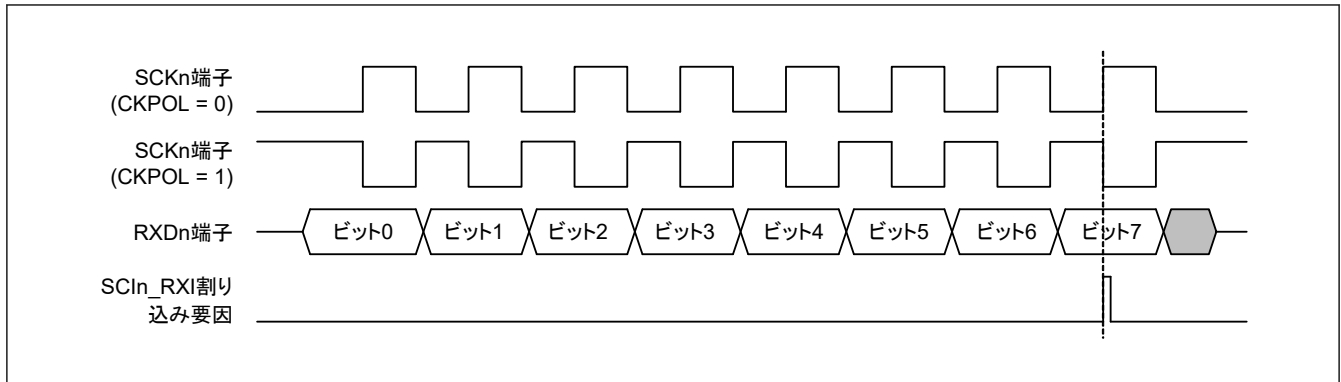

図 26.105 簡易 SPI モードにおける SCI_n_RXI 割り込みの発生タイミング (クロック遅れあり)
- クロック遅れあり (SPMR.CKPH ビット = 1) では、図 26.105 に示すように、SCKn 端子の最終クロックエッジ手前のクロックエッジで受信データフル割り込み (SCIn_RXI) が発生します。SCR レジスタの TE ビットと RE ビットを SCKn 端子の最終クロックエッジより前に 0 にすると、SCKn 端子出力がハイインピーダンスとなり、送受信クロックの最後のクロックパルス幅が短くなります。また、SCIn_RXI 割り込みの発生によって、SCKn 端子の最終クロックエッジより前に接続先スレーブの SSn 端子入力信号が High になった場合、スレーブが誤動作する可能性があります。